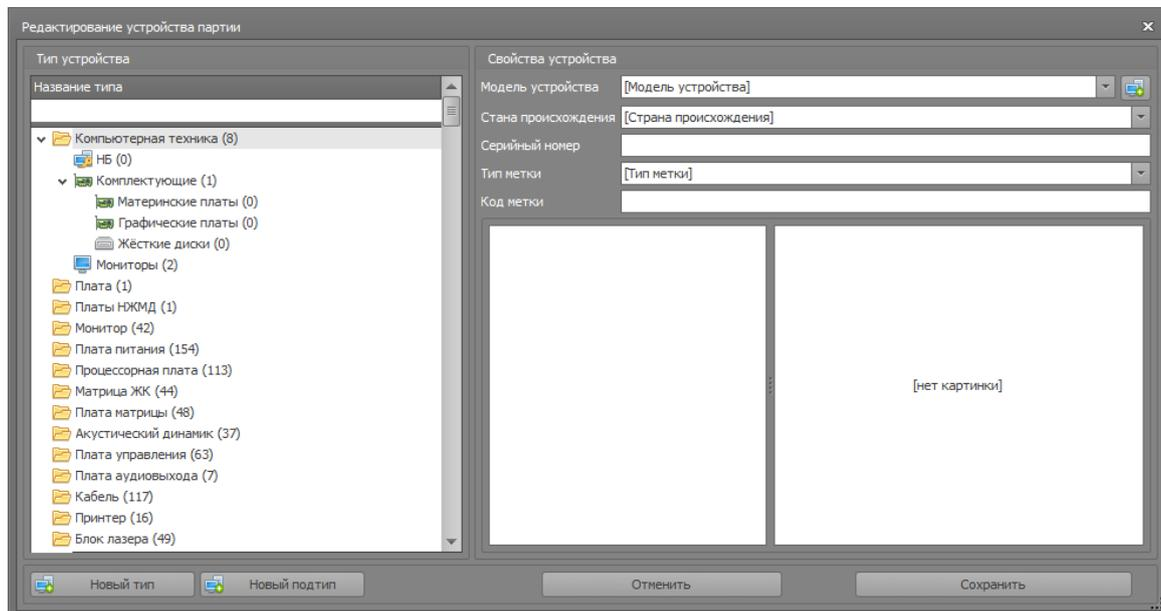

Рисунок 59
- Откроется диалоговое окно – Редактирование устройства партии (рис.59)